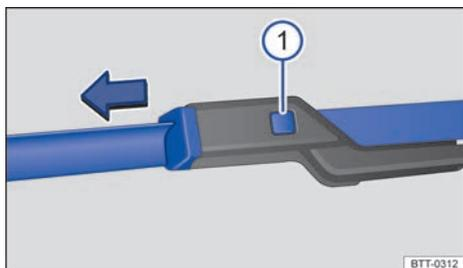

Fig. 145 Cambiar las escobillas de los limpiaparabrisas.
- Mantener la tecla de desbloqueo → fig. 145 ⓘ presionada y, al mismo tiempo, retirar la escobilla del limpiaparabrisas en el sentido de la flecha.